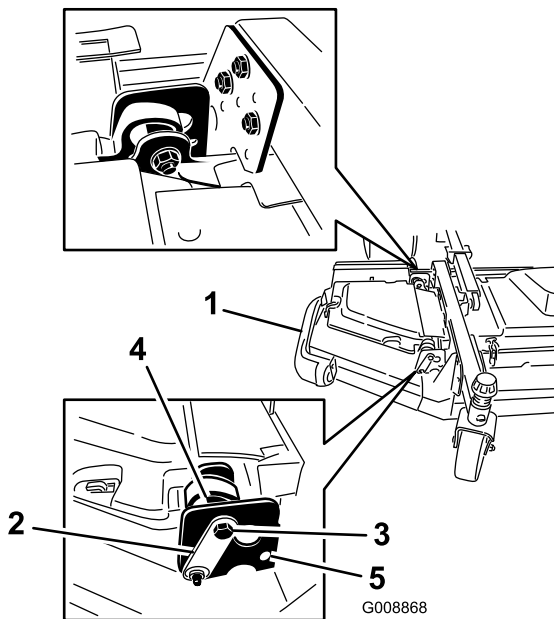

Figure 7
2. Desserrez les boulons et écrous qui fixent les 2 entretoises excentriques aux ailettes (Figure 7).
4. Tournez l'excentrique arrière (le plus proche du groupe de déplacement) jusqu'à ce que la pointe extérieure de la lame soit plus haute d'environ 3 mm ($\frac{1}{8}$ po) que la hauteur de coupe voulue (Figure 7).